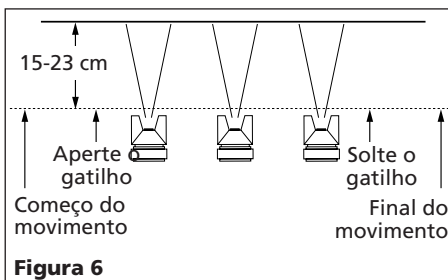

Figura 6
2. "Aperte o gatilho" adequadamente. Comece a movimentar a pistola ANTES DE APERTAR O GATILHO e solte o gatilho ANTES DE PARAR O MOVIMENTO DA PISTOLA. Esse procedimento permitirá que o produto final seja uniforme sem deixar marcas de onde se unem as diferentes mão de tinta (Veja a figura 6).